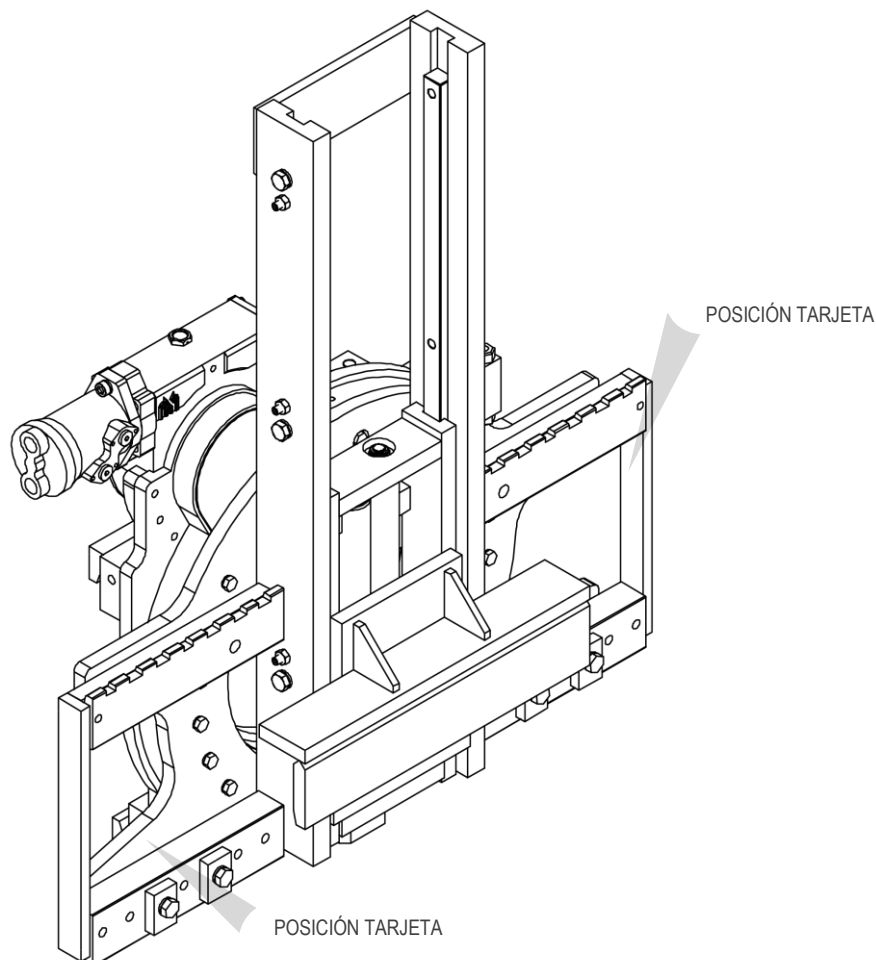

Figura 1
Todos los equipos A.T.I.B. – “VOLCADOR DE CARGA A 360° TIPO 219” son identificados de una tarjeta adhesiva (mira *Tabla 1*) puesta sobre el equipo (mira *Figura 1*, en el que se muestran las dos posiciones más habituales de la tarjeta de identificación). Siempre referirse a la matrícula.
5. Para la manipulación, utilice correas o cadenas del tamaño adecuado para el peso del equipo indicado en la tarjeta (mira *Figura 1* e *Tabla 1* a pag. 6).
11. Conecte el circuito hidráulico; asegurándose de que la presión de trabajo de las tuberías sea superior o igual a la indicada en la tarjeta identificadora (mira *Figura 1* y la *Tabla 1* a pag. 6).
6. Para la manipulación, utilice correas o cadenas del tamaño adecuado para el peso del equipo indicado en la tarjeta (mira *Figura 1* y *Tabla 1* a pag. 6).